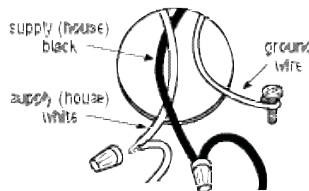

Fig 5
5. Ground fixture as follows. Connect the green or bare copper ground wire from the outlet box under the green ground screw. If house wiring includes no ground wire, consult your local electrical code for approved methods. **See Fig 5.**
5. Hacer tierra con la luminaria como sigue. Conectar el cable de tierra verde o cobre de la caja de salida al tornillo marcado "GND" o asegúrese de aterrizar el tornillo usando la arandela y la tuerca incluidas en el paquete. Si el alambreado de la casa incluye cables sin tierra, consulte a su código eléctrico local para métodos aprobados. **Vea Fig 5.**
5. Effectuer la mise à terre comme suit: Raccorder le fil de cuivre nu ou vert de la boîte de raccordement à la vis "GND" ou fixer à la vis de terre à l'aide de la rondelle à collerette et de l'écrou fournis dans l'emballage-pièces. Si l'alimentation ne possède pas de mise à terre, vérifier le code d'électricité applicable pour une installation conforme. **Voir Fig 5.**